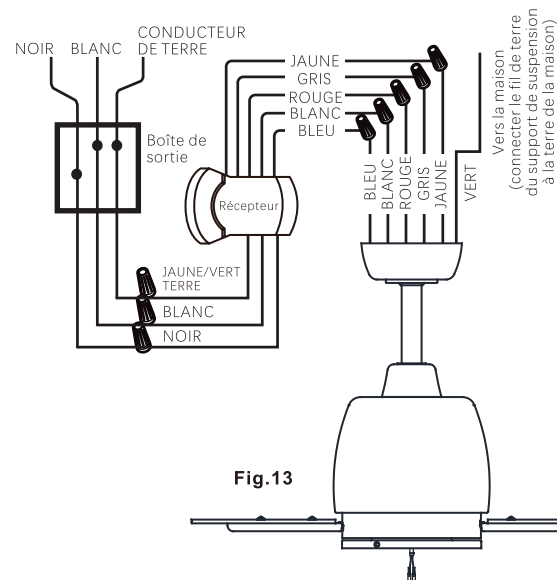

Fig.13
Effectuez chacune des connexions de fils illustrées dans la figure 13. Fixez chacun d'entre eux à l'aide des écrous fournis.
Étape 1. Veuillez connecter le fil bleu du ventilateur (moteur) au fil bleu du récepteur. Entre le fil blanc du ventilateur (moteur) et le fil blanc du récepteur. Raccordez le fil rouge du ventilateur (moteur) au fil rouge du récepteur. Raccordez le fil gris du ventilateur (moteur) au fil gris du récepteur. Relier le fil jaune du ventilateur (moteur) au fil jaune du récepteur. (Fig. 13)
Étape 1. La connexion du fil noir du récepteur (AC IN L) est reliée au fil noir (HOT) de la boîte de sortie du plafond (Fig 13).